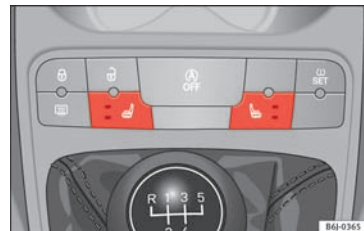

Fig. 142 Knapper til sædevarme i forsæderne
- Tryk på den pågældende knap » Fig. 142 for at tilslutte sædevarmen.
- Når du trykker en gang, tilsluttes varmen med maksimal varmeydelse. Begge lysdioder lyser » Fig. 142. Efter 15 min. med maksimal varmeeffekt slukker den øverste lysdiode. Systemet afbrydes i 2 min., og derefter tilsluttes det igen med minimal varmeeffekt (den nederste lysdiode lyser konstant).